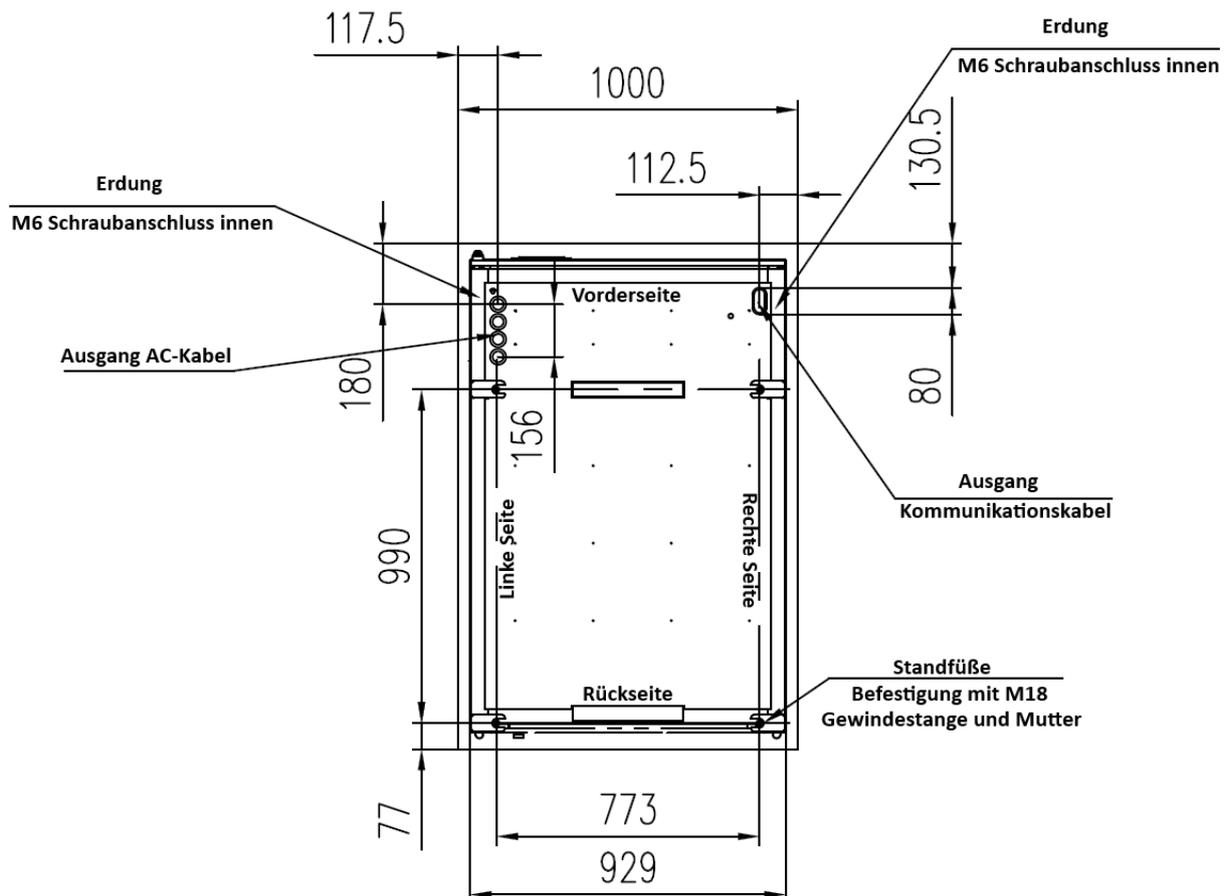

Abbildung 15: Bemaßte Sicht von unten auf das Speichersystemgehäuse
- 2) Vergewissern Sie sich, dass die Befestigungspunkte auf der Montagefläche zu den Positionen den unteren Befestigungspunkten des Schanks passen. Siehe dazu Abbildung 15.